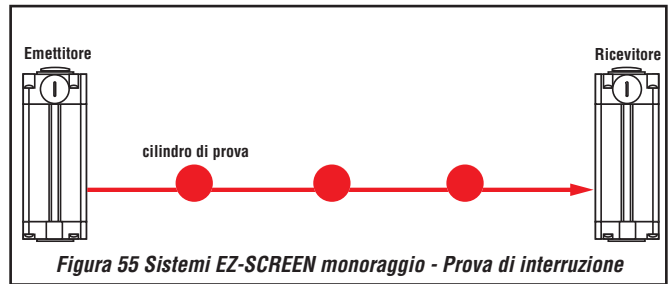
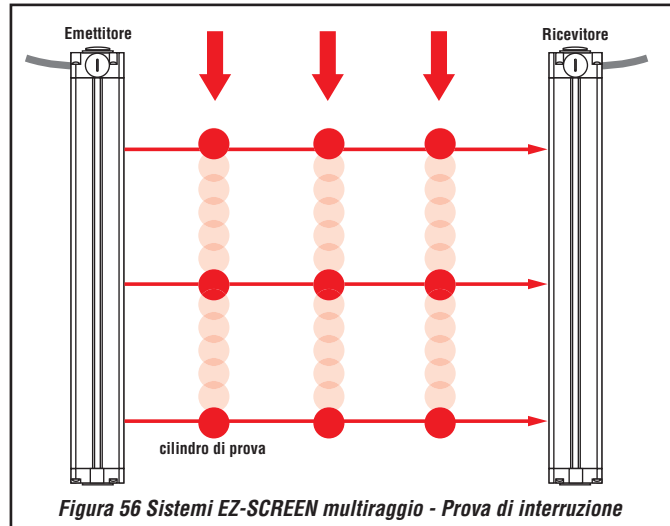

Figura 55 Sistemi EZ-SCREEN monoraggio - Prova di interruzione
Figura 56 Sistemi EZ-SCREEN multiraggio - Prova di interruzione
- 2) Facendo riferimento alla Figura 55 a pagina 72 per i sistemi monoraggio oppure Figura 56 a pagina 72 per i sistemi multiraggio, inserire il cilindro di prova attraverso il raggio in tre posizioni: